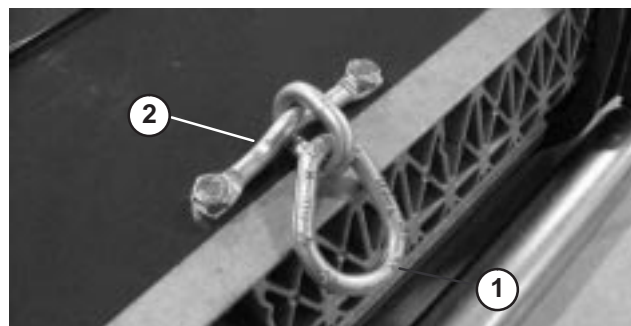

Bild 3
- Montieren Sie das Kettenglied mit der Befestigungshalterung und den zwei Schrauben oben am Mähwerk. Ziehen Sie die Schrauben auf 34–40 Nm fest. Große Öse des Glieds zum Anhängen an die Zugmaschinenfederung (Bild 3).